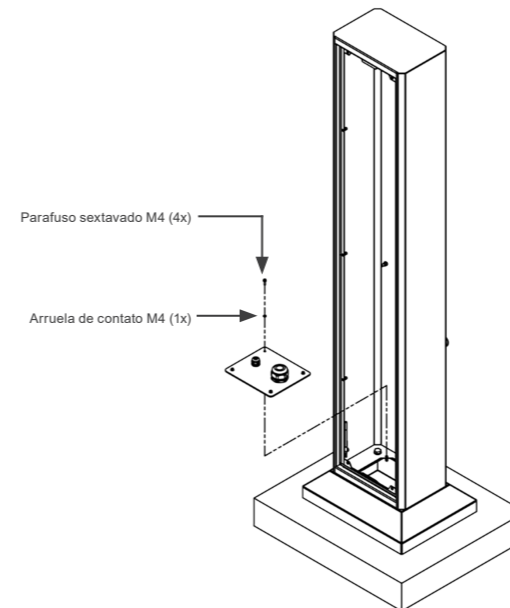

Figura 3.4: Ponto de aterramento da flange do totem WEMOB
Após a fixação do totem na base do produto, realizar o aterramento da flange utilizando uma (01) arruela de contato M4, fornecida com o produto em qualquer furação de fixação da flange, conforme Figura 3.4. Torque de aperto recomendado é de 3 Nm.